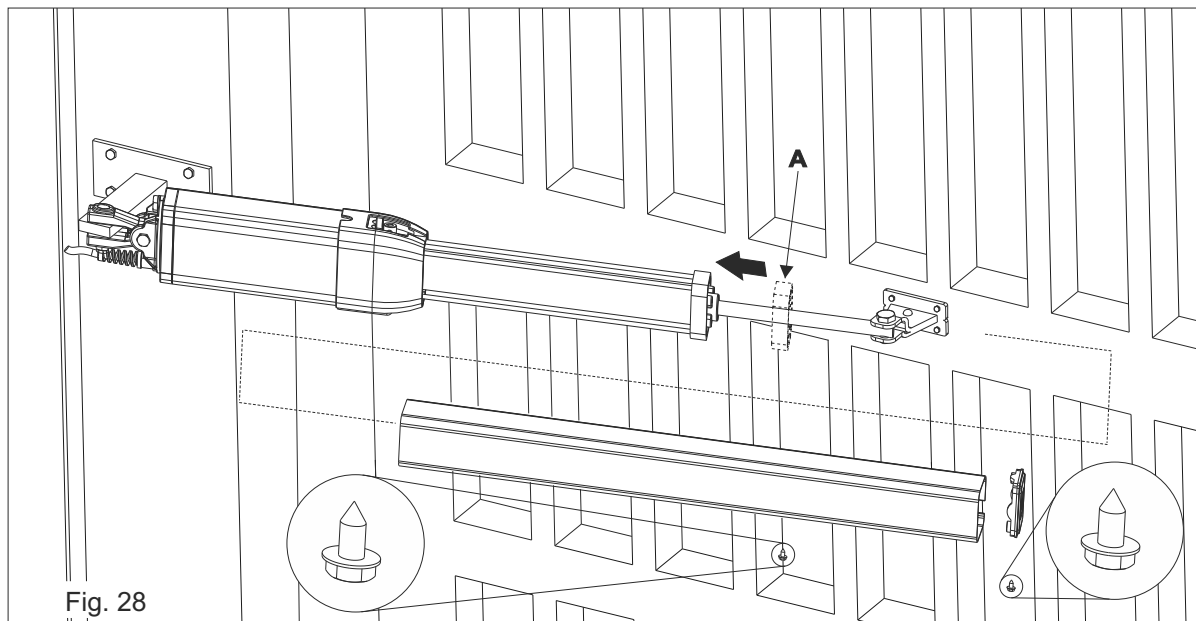

Fig. 28
S'assurer d'avoir inséré le quadre en plastique anti-vibration (A) avant d'insérer le couvre tige extrusé (Fig. 28)